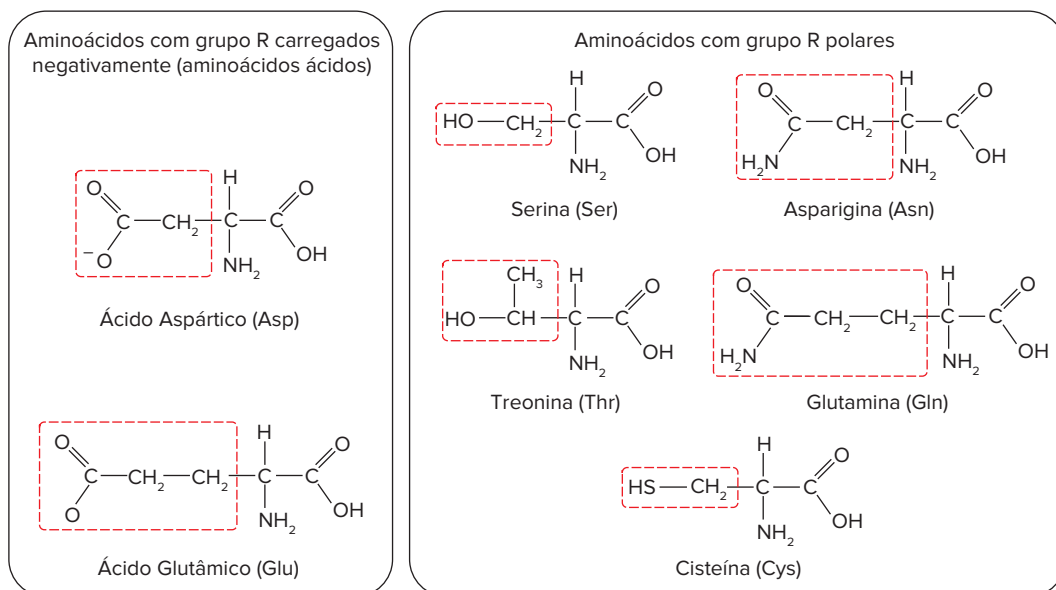

Fig. 3 Nome, abreviatura e classificação dos vinte α -aminoácidos primários
Os α -aminoácidos estão agrupados de acordo com a característica de sua cadeia lateral (R), que varia em estrutura e carga elétrica, e influencia a solubilidade dos aminoácidos em água. A Fig. 3 indica o nome e a abreviatura, a estrutura e a classificação em relação ao grupo R dos vinte α -aminoácidos primários